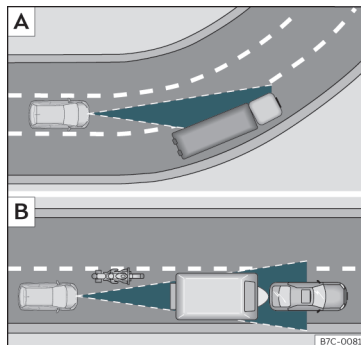

Abb. 162 [A] Fahrzeug in einer Kurve. [B] Vorausfahrender Motorradfahrer außerhalb des Erfassungsbereichs des Radarsensors.
Es ist möglich, dass die ACC das vorausfahrende Fahrzeug in der Kurve nicht erkennt oder die Entfernung mit Fahrzeugen, die sich auf anderen Fahrschienen befinden, einstellt >>> **Abb. 162** .
- Versetzt fahrende Fahrzeuge oder Fahrzeuge, die außerhalb des Erkennungsbereichs des Sensors fahren, z. B. Motorräder. >>> **Abb. 162** .